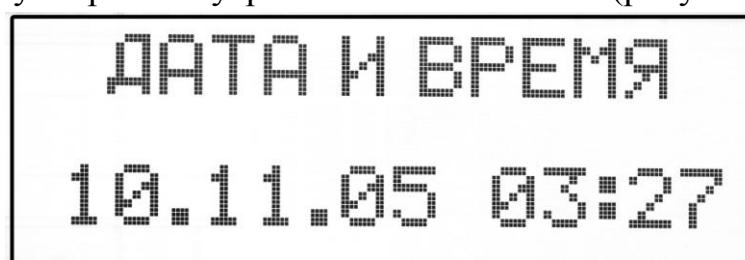

Рисунок 17
- текущую дату и время внутренних часов системы (рисунок 17);